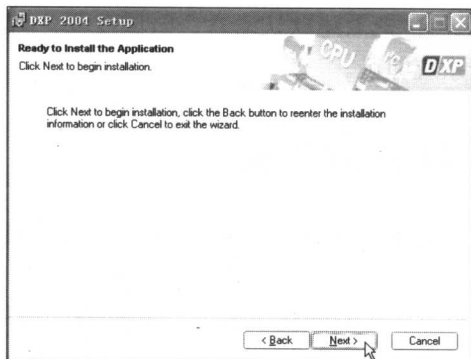

图 1-9 安装向导第 5 步
► 步骤 11: 在该对话框中单击 **Browse** 按钮, 在弹出的对话框中选择 Protel DXP 2004 安装的路径, 或选择系统默认的安装路径, 然后单击 **Next >** 按钮, 进入下一步的安装, 如图 1-9 所示。